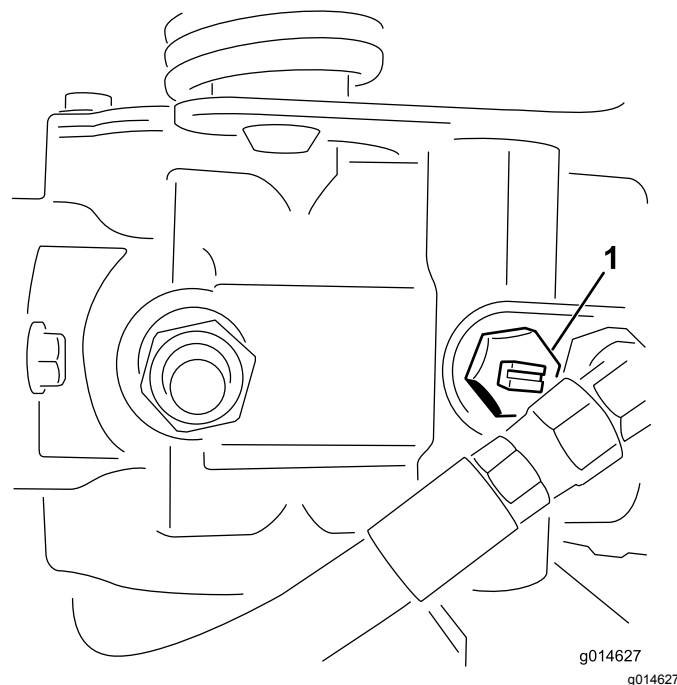

図 38
1. 油圧ポンプについているバイパスバルブ 図 38 の溝が「縦」になるようにバルブを回転させる。
1. バイパスバルブ 図 38 はバルブが閉じた状態バルブの溝が水平
2. エンジンを始動する時には、必ずバイパスバルブ 図 38 を閉じる溝が横向きになる。バルブを開けたままでエンジンを掛けないこと。